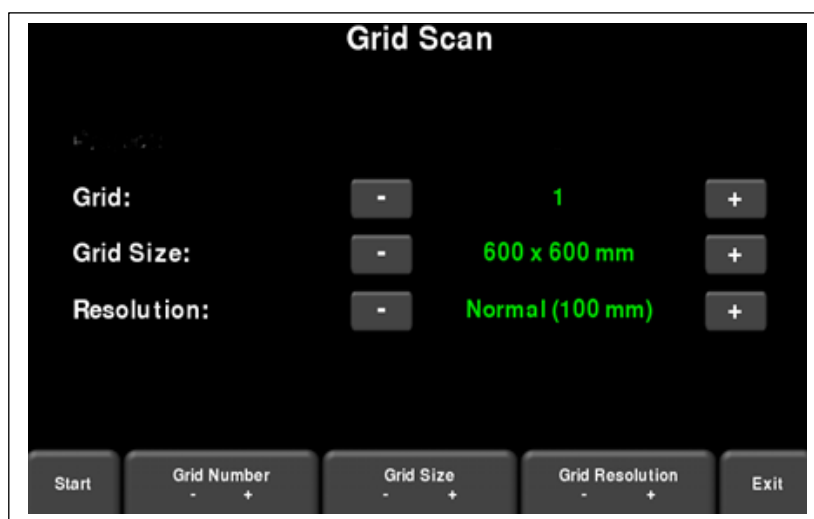

Fig. 7-3: 「グリッド・スキャン」メニューにより、「グリッド・スキャン」用のパラメータを構成することができます。
グリッド・マットが探査位置にあれば、いつでも「グリッド・スキャン」データを確認できます。メインメニューから **Grid Scan** を押すと、Fig. 7-3 のメニューに移動します。
- **Grid #** - 「グリッド・スキャン」は、1 ~ 10 のナンバリングがされています。スクリーン上の +/- または、タブメニューのグリッド・ナンバー「+」「-」を増/減させることによりグリッドが変更できます。グリッド内にデータが存在する場合は、赤文字で表示されます。(Fig7-3 参照)